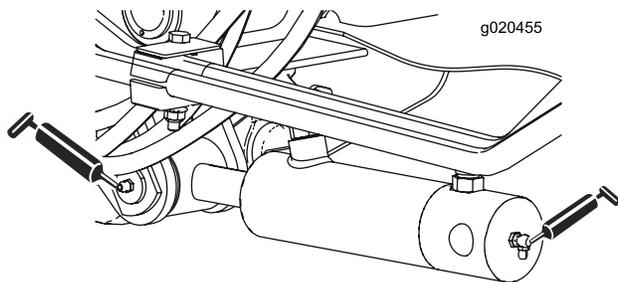

Bild 38
- Hubarm-Zylinderbüchsen (2) (Bild 38)